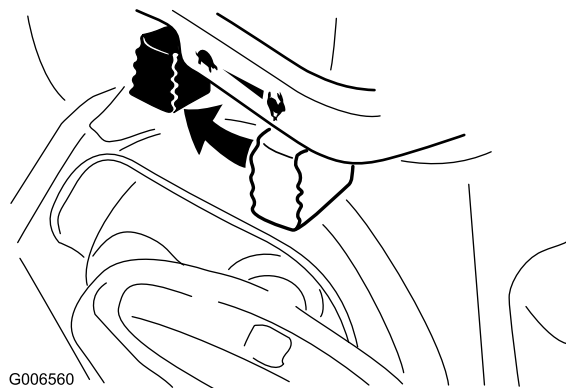

Figura27
- Mutați clapeta de accelerație în poziția de deplasare lentă și apoi în poziția de oprire (Figura27).